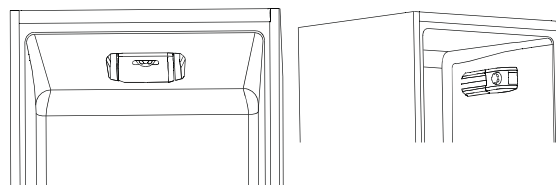

Fig.4
- El termostato para el control del aparato se encuentra dentro de la celda frigorífica (fig. 4). Gire la rueda del termostato sacándola de la posición "0". Cuando la puerta del frigorífico está abierta, la luz permanece encendida.